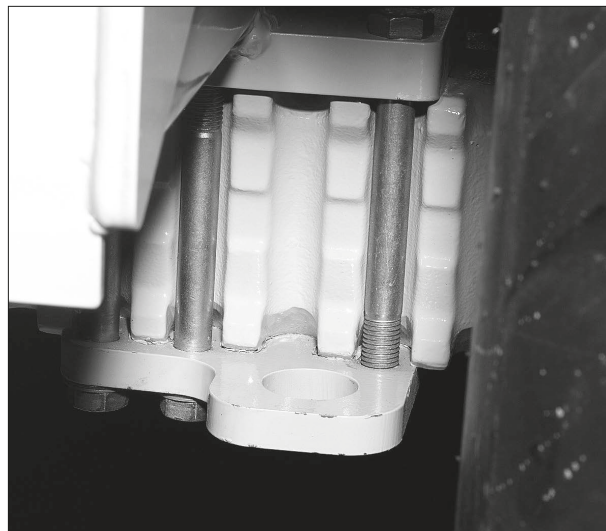

Fig. 96
4. Spänn fast maskinen till trailern med kedjor i öglorna fram (fig. 93) och i axelplattor bak (fig. 96).